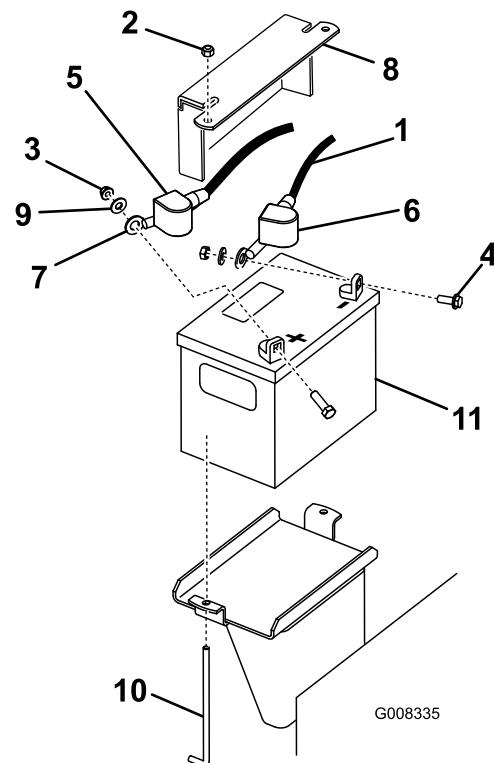

Figura 43
3. Levante la cubierta de goma negra del cable negativo. Desconecte el cable negativo del borne negativo (-) de la batería (Figura 43).
4. Retire la cubierta de goma roja del borne positivo (rojo) de la batería. Luego retire el cable positivo (rojo) de la batería (Figura 43).
5. Retire la pletina de sujeción, los pernos en J y las contratuerzas que fijan la batería (Figura 43). Retire la batería.
1. Usando las fijaciones que retiró anteriormente, conecte el cable positivo (rojo) al borne positivo (+) de la batería (Figura 43).
3. Usando las fijaciones que retiró anteriormente, conecte el cable negativo (negro) al borne negativo (-) de la batería (Figura 43).
4. Sujete la batería con la barra y las tuercas de orejeta (Figura 43).